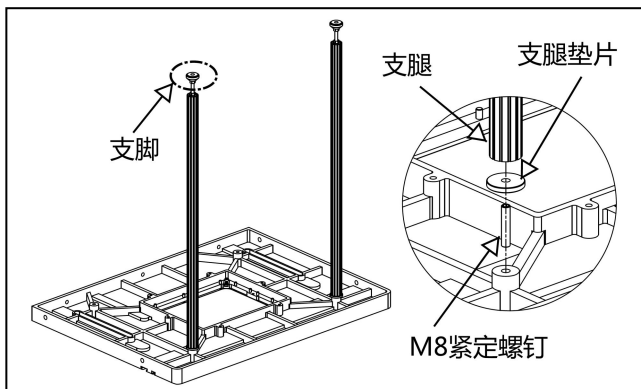

图 11
1. 如图 11，将支腿安装到台板上，调整支脚位置，使支脚到台板台面的距离与台锯高度基本一致，此时不要锁紧支脚，以便于后续调整。